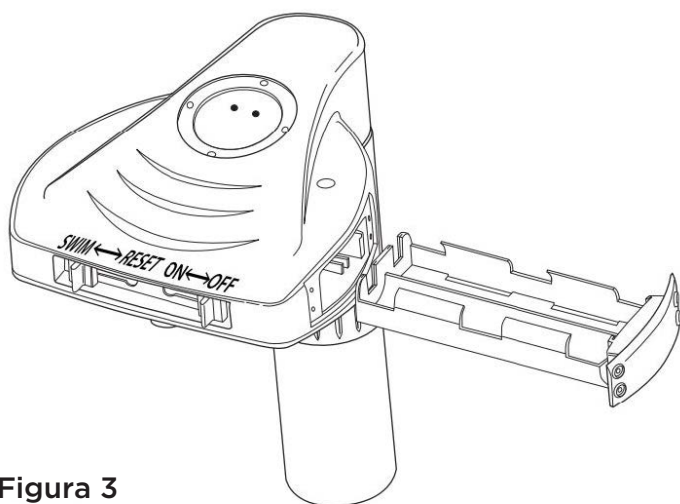

Figura 3
PASO 4: Para instalar o reemplazar la batería, remueva todos los tornillos de la cobertura de la batería. Refiérase a la **Figura 3**. No afloje los tornillos. Cuando las baterías 1.5V de célula D alcalinas de larga duración estén instaladas, la alarma va a hacer dos fuertes timbrados. Luego de eso, gire el interruptor del frente hacia el modo SWIM. La alarma sonará con un largo timbrado, lo que significa que está en modo SWIM. Una LUZ BLANCA LED va a parpadear encima del cabezal de la alarma cada 20 segundos, indicando que la alarma esta encendida y que puede ser atendida por 3 minutos sin que la sirena suene.